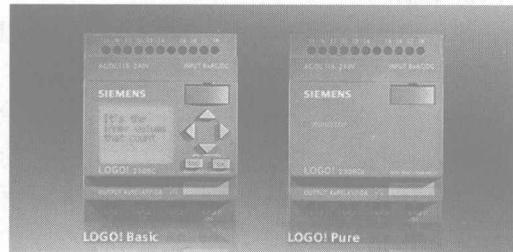

图 1-8 LOGO! 主机的两种形式
(1) 简述。实际中使用的 LOGO! 主机有基本型和经济型两种，如图 1-8 所示，其中，LOGO! 经济型主机省去了简单的人机界面。
(2) LOGO! 主机一些技术指标。表 1-1 列出了 LOGO! 基本型的一些技术指标，通过这些技术指标可以进行 LOGO! 基本型主机的选配。